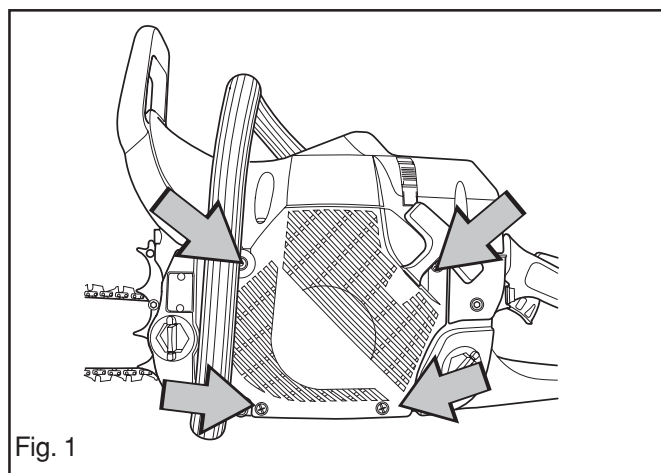
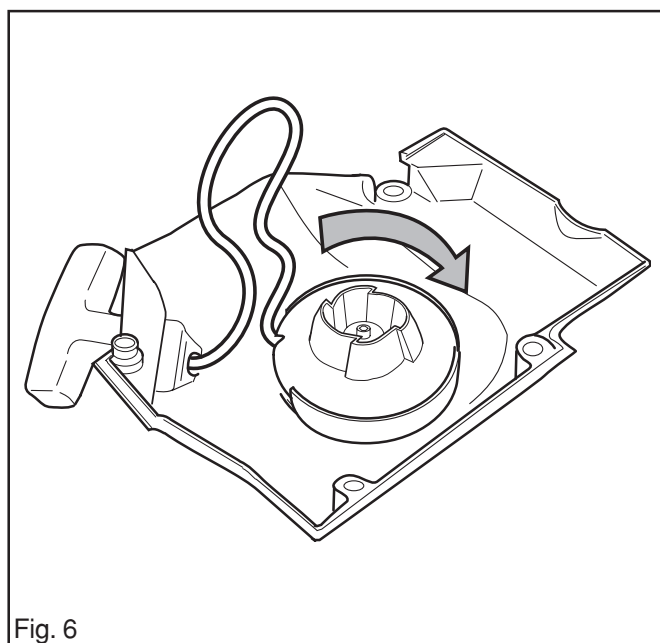

Fig. 1
Fig. 6
1. Dévisser les quatre vis qui maintiennent le lanceur contre le carter moteur et retirer le lanceur. Voir la fig. 1.
7. Prendre la corde dans l'évidement de la poulie et faire tourner la poulie dans le sens des aiguilles d'une montre jusqu'à ce que la corde soit correctement tendue. Voir ci-dessous et la fig. 6.
8. Monter le lanceur dans le carter moteur. Serrer les vis selon un couple de 4 Nm. Voir la fig. 1.
2. Débranchez le câble bleu (A) (qui va au bouton d'arrêt) du module d'allumage (B). Voir la fig. 1.
3. Débranchez le câble d'allumage (C) de la bougie et libérez les deux câbles du rail de guidage (D) avant de retirer le rail de guidage. Voir la fig. 1.
4. Retirez les deux vis M5 et enlevez le module d'allumage B. Voir la fig. 1.
5. Démontez les deux cliquets d'entraînement (E).
Voir la fig. 1 et la fig. 6.
3. Monter les deux cliquets d'entraînement sur le rotor volant. Voir la fig. 6.